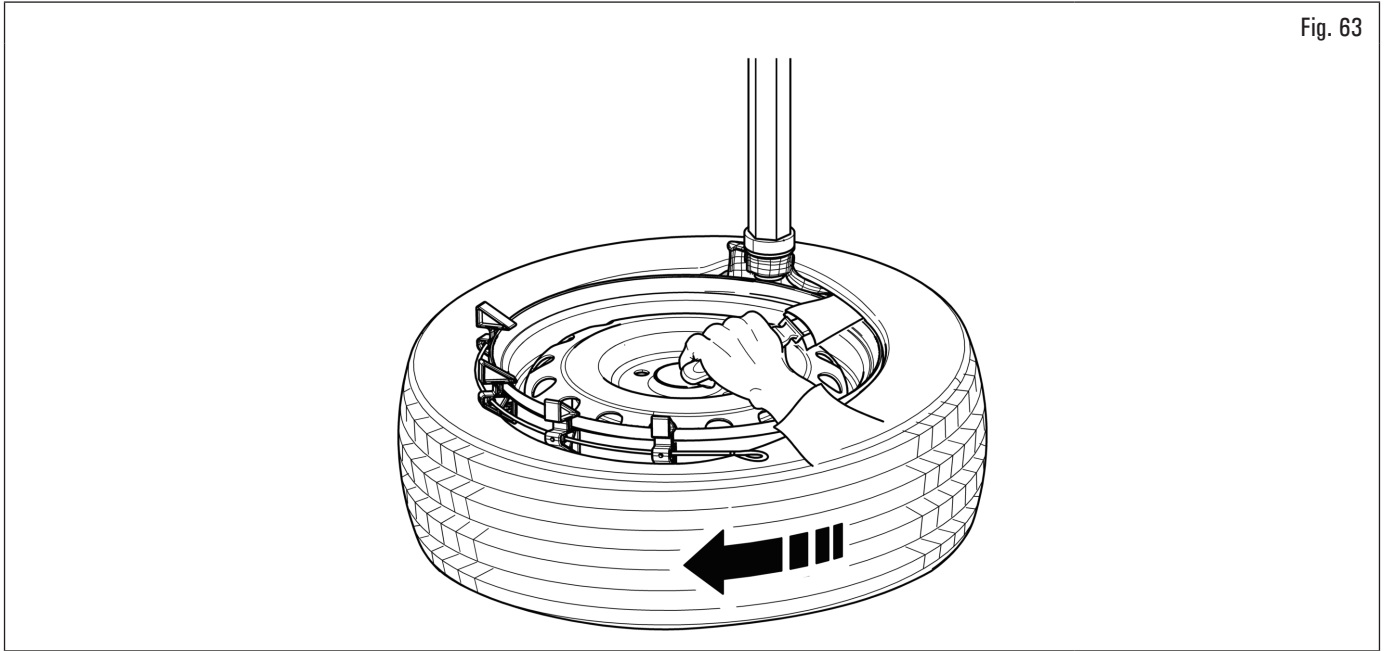

Fig. 63
7. verrouillez la palette de protection talon avec votre main (Fig. 63). Appuyez sur la pédale de rotation retirez le premier talon du pneu ;